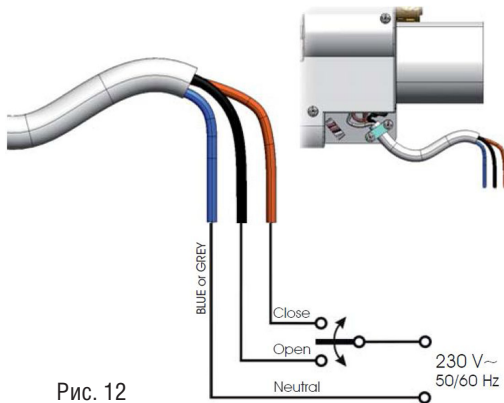

Рис. 12
- подключение к выключателю (рис.12)